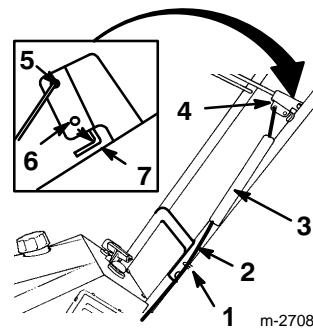

Abbildung 10
WICHTIG: Das Steuerkabel muß durch die Kabelführung geführt werden, bevor die Griffsperrre festgezogen wird (Abb. 10).
3. Die Federabdeckung über die Feder und die Kabeleinstellvorrichtung schieben und das Federende durch das Loch am Ende der Federabdeckung drücken (Abb. 10).
4. Die Feder ins obere Loch des Fahrantriebshebelbügels haken (Abb. 10).
6. Darauf achten, daß zwischen Fahrantriebshebel und Griffbügel ein Abstand von 0,16 bis 0,32 cm (1/16-1/8") vorhanden ist (siehe Kasten in Abb. 10). Zur Einstellung dieses Abstands siehe *Einstellung des Fahrantriebshebels* auf Seite 17.
3. Darauf achten, daß zwischen Fahrantriebshebel und Griffbügel ein Abstand von 0,16 bis 0,32 cm (1/16–1/8") vorhanden ist (siehe Kasten in Abb. 10). Zur Einstellung dieses Abstands siehe *Einstellung des Fahrantriebshebels* auf Seite 17.